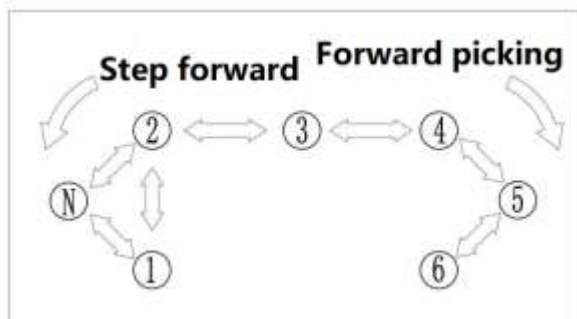
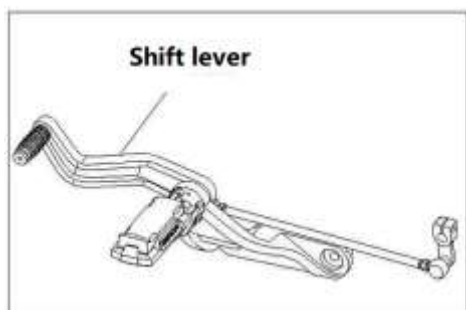

Fig14 Shift position
Fig15 Shift lever
5.4.1 Operación de cambio (Fig14、Fig15)